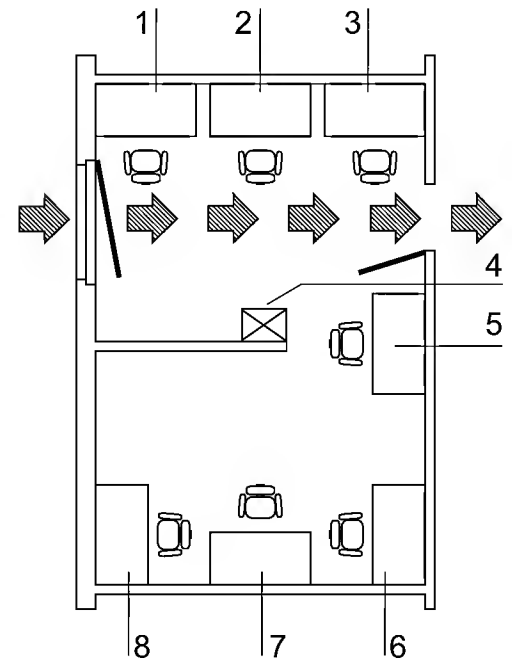

Fig. 1
**Fig. 1:** la figura muestra un ejemplo de una disposición apropiada del banco de trabajo de seguridad en un local y también qué emplazamiento no cumple con los requisitos de seguridad.